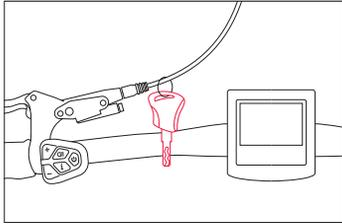

Abbildung 3
Schritt 1: Suchen Sie die Schlüssel am Lenker (Abbildung 3) und lösen Sie sie ab. Wenn Sie diese vom Lenker abtrennen, achten Sie darauf, dass Sie die Kabel nicht beschädigen.